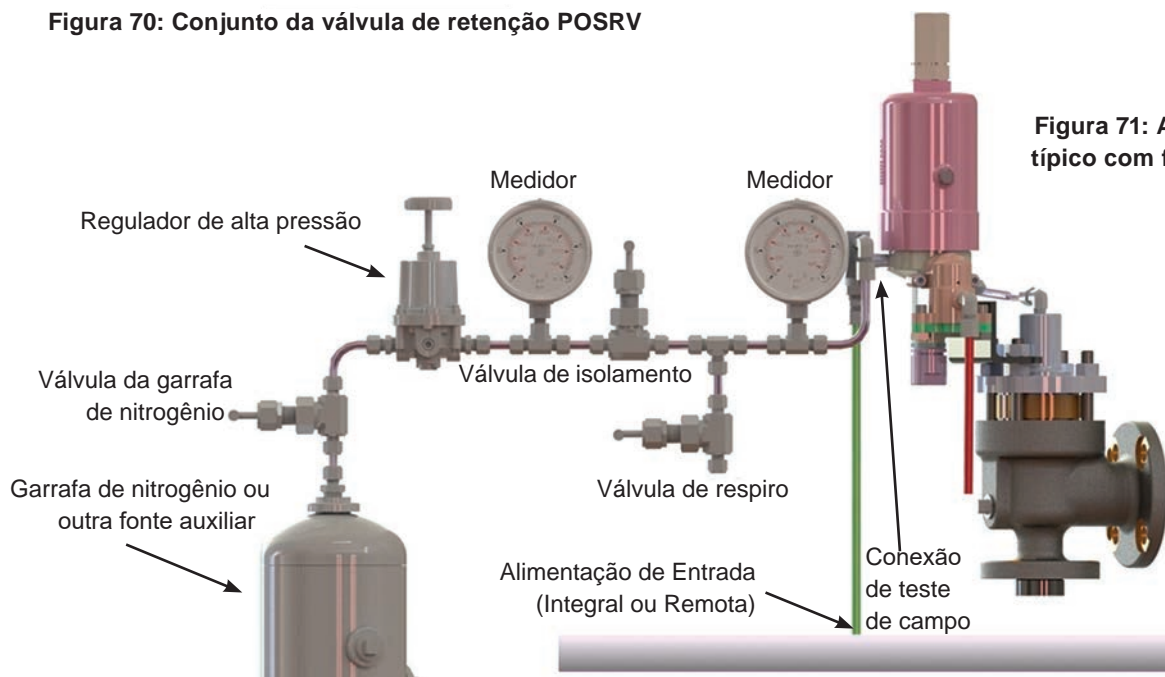

Figura 71: Arranjo de instalação típico com fornecimento auxiliar
- Conecte o **Arranjo de teste de campo** à Conexão de teste de campo (Figura 71).